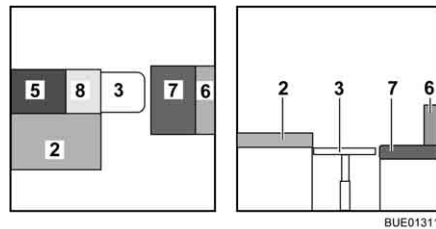

Fig. 131 Durante la trasformazione
- Posizionare il cuscino aggiuntivo (Fig. 131,8) sul tavolo.
- Posizionare il cuscino del divano (Fig. 131,7) al centro.
- Posizionare il cuscino dello schienale (Fig. 131,6) tra il cuscino del divano e la parete.